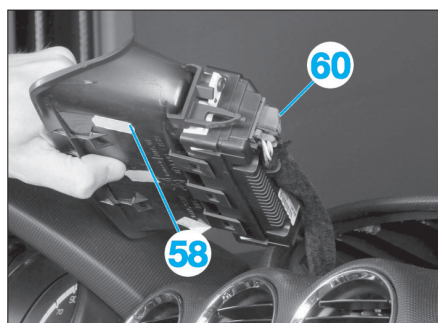

Fig. 33
- Débrancher le connecteur (60) puis déposer le support d'écran multifonction (58) (Fig.33).